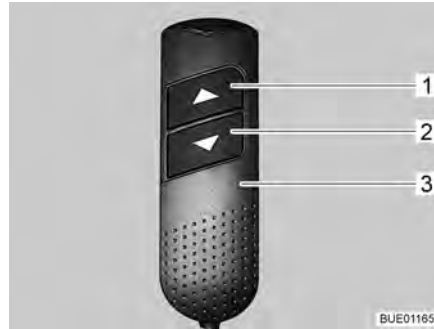

Fig. 88 Commande manuelle
- Sur la commande manuelle (Fig. 88,3), appuyer en même temps sur les touches fléchées (Fig. 88,1 et 2) et les maintenir pressées jusqu'à ce que le lit escamotable soit entièrement remonté et qu'un bip sonore soit audible.
- Sur la commande manuelle (Fig. 88,3), appuyer sur la touche fléchée inférieure (Fig. 88,2) et la maintenir pressée jusqu'à ce que le lit escamotable soit descendu en position finale.
- Sur la commande manuelle (Fig. 88,3), appuyer sur la touche fléchée supérieure (Fig. 88,1) et la maintenir pressée jusqu'à ce que le lit escamotable soit monté en position finale.
- Déplacer le lit escamotable avec les touches fléchées (Fig. 88,1 ou 2) dans le sens inverse jusqu'en butée.